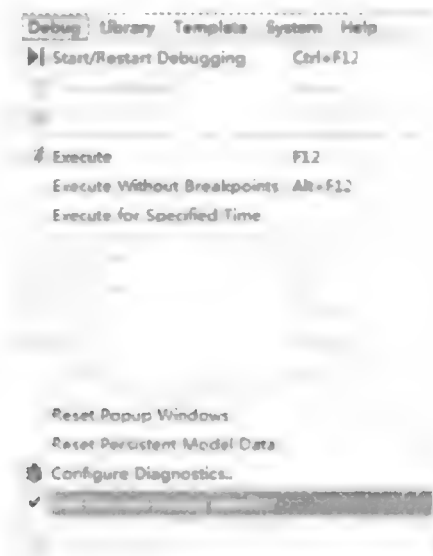

图 5.2.17 启用远程调试
(3) 打开第 5.1 节完成的 Proteus 原理图,在菜单栏中选择 Debug→Use Remote Debug Monitor。如图 5.2.17 所示。